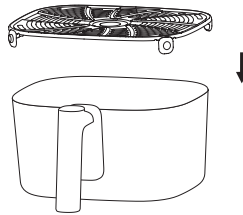

Abb. 2
③ Wenn es erhitzt wird, ist die Oberflächentemperatur des Topfkörpers hoch, bitte berühren Sie es nicht direkt, da es sonst zu Verbrennungen kommen kann.
④ Stellen Sie die frisch gekochte Fritteuse nicht mit hoher Temperatur in das Wasser oder den Kühlschrank, um Glasbruch zu vermeiden.
2. Grill: Der Grill wird in der Fritteuse installiert (die vier Beine des Grills zeigen nach unten), die manuell entfernt und gereinigt werden kann, und die Hauptfunktion besteht darin, die Zutaten anzuheben, die Zirkulation der Heißluft zu erleichtern und die Zutaten gleichmäßig zu erhitzen (Abbildung 2).